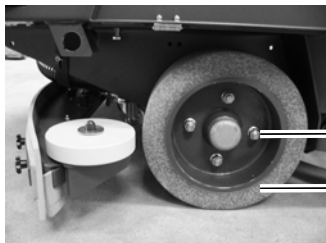

Abb. 43
Die Radmutter der Räder (Abb. 43/1) sind erstmals nach 100 Betriebsstunden zu kontrollieren, danach alle 200 Stunden.
Das Anzugsdrehmoment für die Radmutter (Abb. 43/1) beträgt 140 Nm.
2. Radmutter (Abb. 43/1) abdrehen.
3. Rad (Abb. 43/2) abziehen.
4. Rad (Abb. 43/2) aufsetzen.
5. Radmutter (Abb. 43/1) aufdrehen und fest anziehen.